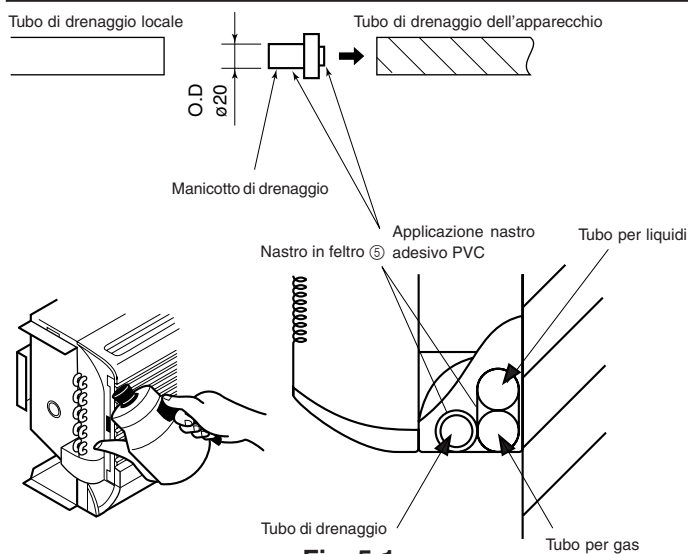

Fig. 5-1
5. Installazione della tubazione di drenaggio (Fig. 5-1)